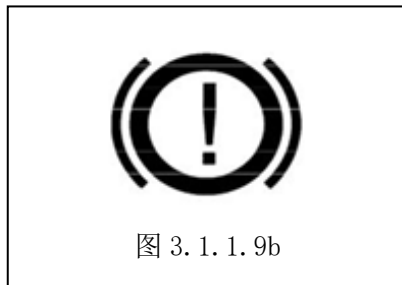

图 3. 1. 1. 9b
7) 蓄电池充电灯（见图 3. 1. 1. 8）
柴油车见图 3. 1. 1. 9a
汽油见图 3. 1. 1. 9b